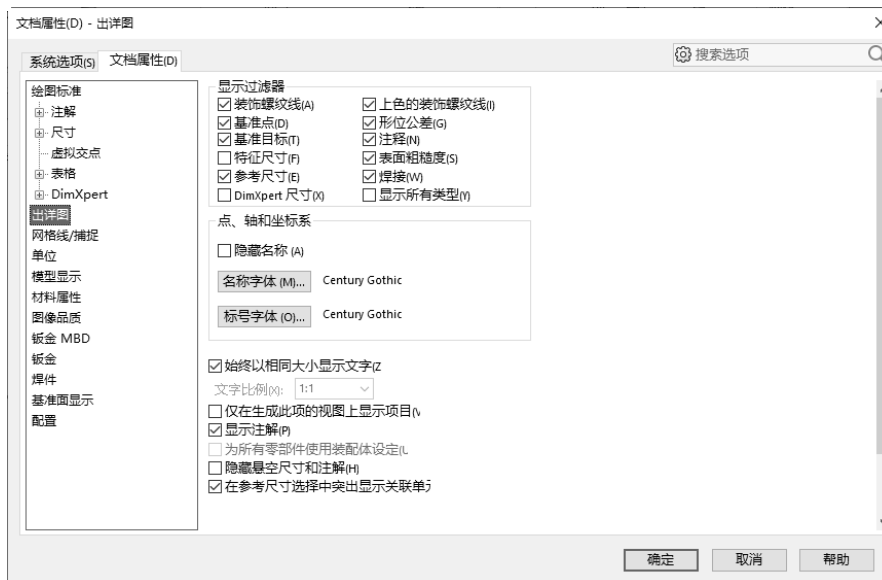

图 1-30 “出详图”选项设置对话框
- ☑ 设置出详图。该选项主要用来设置是否在工程图中显示装饰螺纹线、基准点、基准目标等选项。单击“文档属性”选项卡中的“出详图”选项，选中其中选项即可进行相应的设置，如图 1-30 所示。